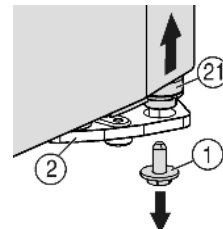
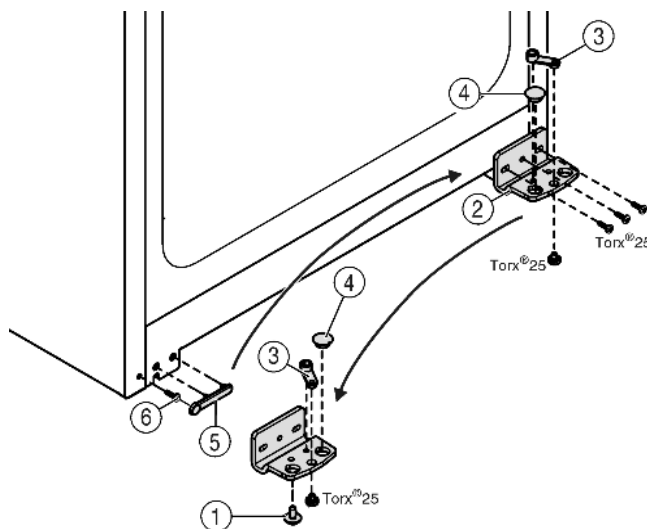

Fig. 5
Fig. 6
▶ Jobbra lent a csapágybakon lévő biztosítócsavart (Fig. 5 (1)) tekerje ki.
▶ A tartócsap (Fig. 5 (21)) kioldódik a csapágybakból (Fig. 6 (2)).
▶ Ha a tartócsap Fig. 5 (21) nem oldódik ki, a csapszeget alulról nyomja ki.
▶ Csavarozza le a csapágybakot Fig. 6 (2).
▶ Csavarozza le a csapágyrészt Fig. 6 (3), helyezze át a csapágybak túldoldali felvevő furatába és csavarozza vissza.
▶ Vegye ki a csapágybakban lévő dugót Fig. 6 (4), és helyezze át a csapágybak szemközti oldalán lévő felvevőfuratba.
▶ Óvatosan emelje le a fogantyú felőli fedelet Fig. 6 (5).
▶ Tekerje ki a csavart Fig. 6 (6) és az ellenkező oldalon helyezze be.
▶ Helyezze vissza a fedelet Fig. 6 (5).
▶ Csavarozza vissza a csapágybakot Fig. 6 (2) a csuklópánt új oldalára **4 Nm-es nyomatékkal**, szükség esetén egy akkus csavarhúzóval.
- ▶ A biztosítócsavart Fig. 5 (1) lent csavarja be a tartócsapba és húzza meg (**4 Nm-es nyomatékkal**).